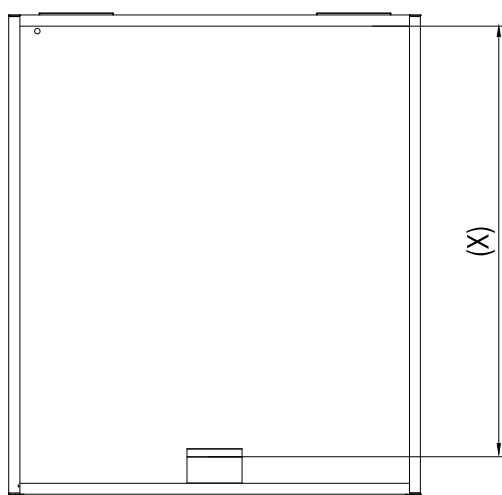
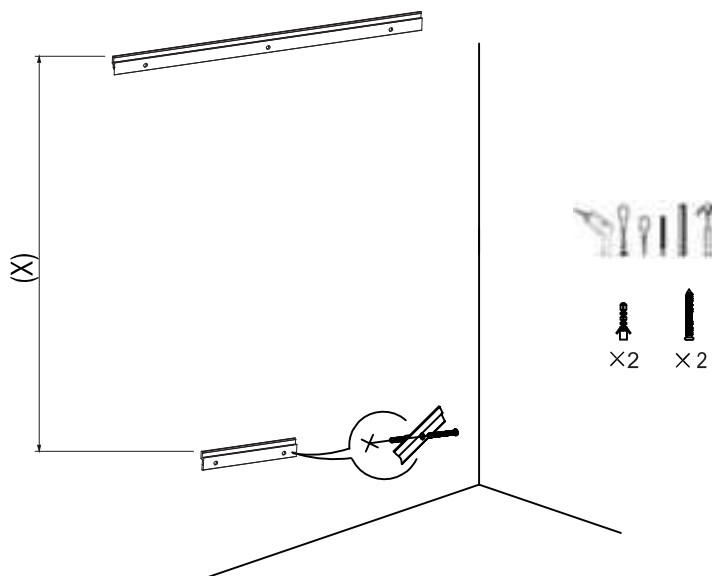

Fig. 3
Fig. 4
2.1 Meet met het meetlint de afstand tussen de twee staven van aluminiumlegering (x-3)MM (Fig.3.) Herhaal de procedure zoals getoond in 1.2-1.4(Fig.4).